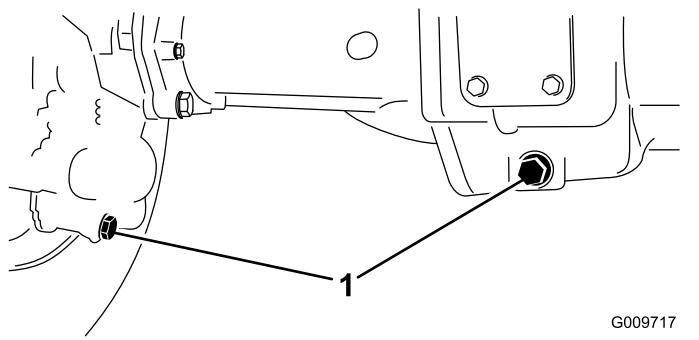

Figura 69
- Pulite attorno ai tre tappi di spurgo, uno per lato ed uno in centro (Figura 69).